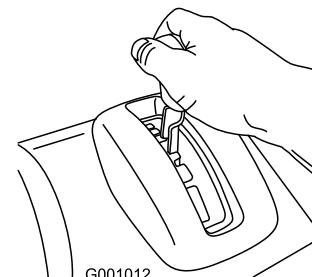

Figura 11
1. Coloque el selector de velocidades en la posición deseada de avance, asegurándose de que se bloquee en la muesca (Figura 11).